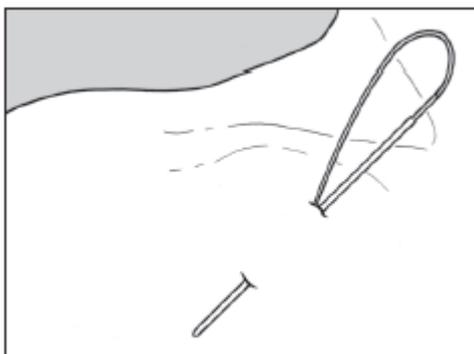

Fig. 10
- g) Introduzir o cateter no ponto de punção até à bolsa do porte (fig. 10), assegurando-se de que o cateter não está dobrado. Cortar o cateter (em ângulos retos) no comprimento desejado.